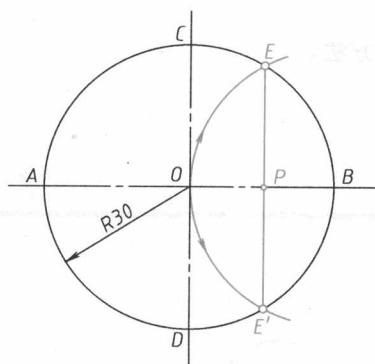

图 1-5 作 OB 的垂直平分线
(3) 作垂直平分线 作 OB 的垂直平分线，如图 1-5 所示。